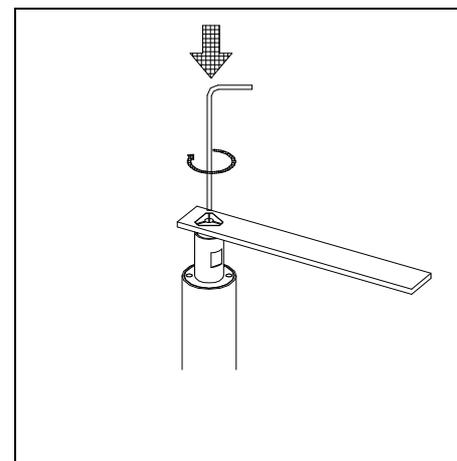

Bild10
- Geben Sie einen normalen 6 mm Schraubenschlüssel auf die Spannfutterhalterspindel und öffnen Sie das Spannfutter (Bild10)
- Entfernen Sie die Fräse, halten Sie das Spannfutter mit dem Schraubenschlüssel fest, geben Sie einen 1.5 mm Innensechskantschraubenschlüssel und klemmen Sie das Spannfutter durch schrauben der Sechskantschraube (Bild10)